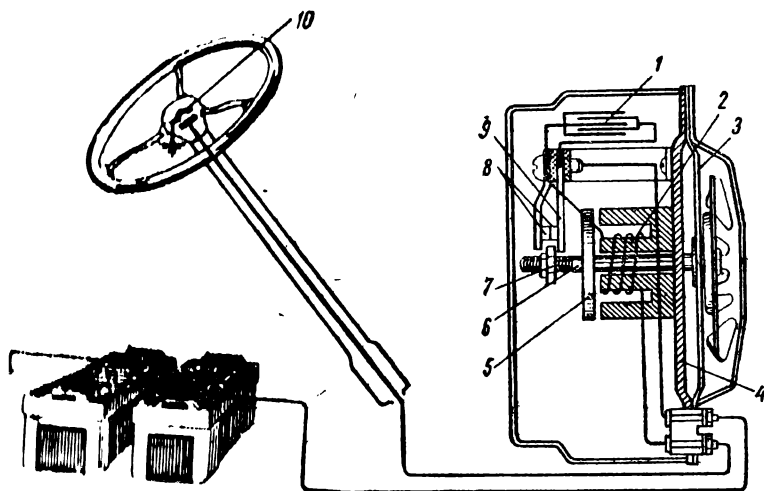

Рис. 22
X. Назовите деталь, ее номер на рис. 22, непосредственно прерывающую цепь тока звукового сигнала.
Задание 60. I. Какой цифрой (рис. 22) обозначен конденсатор, корпус, якорь, стержень, контакты, пластина и кнопка сигнала?
II. Какая деталь обозначена (рис. 22) цифрой 3 — резонаторный диск или мембрана?
1. Подгибанием или отгибанием пластины 9 (рис. 22) подвижного контакта. 2. Гайкой 7 (рис. 22), действующей на пластину 9 подвижного контакта. 3. При помощи реле сигналов.
VI. Влияет ли зазор между якорьком 5 (рис. 22) и электромагнитом на тон звука сигнала?
1. При изменении указанного зазора изменяется сила тока в цепи сигнала. Зазор регулируют изменением положения пластины подвижного контакта 9 (рис. 22). 2. Изменение зазора влияет на частоту колебаний мембраны. Регулировку производят вращением якорька 5 (рис. 22).
VIII. Регулирование звука сигнала производят откручиванием или закручиванием гайки 7 (рис. 22)? Что этим достигается?